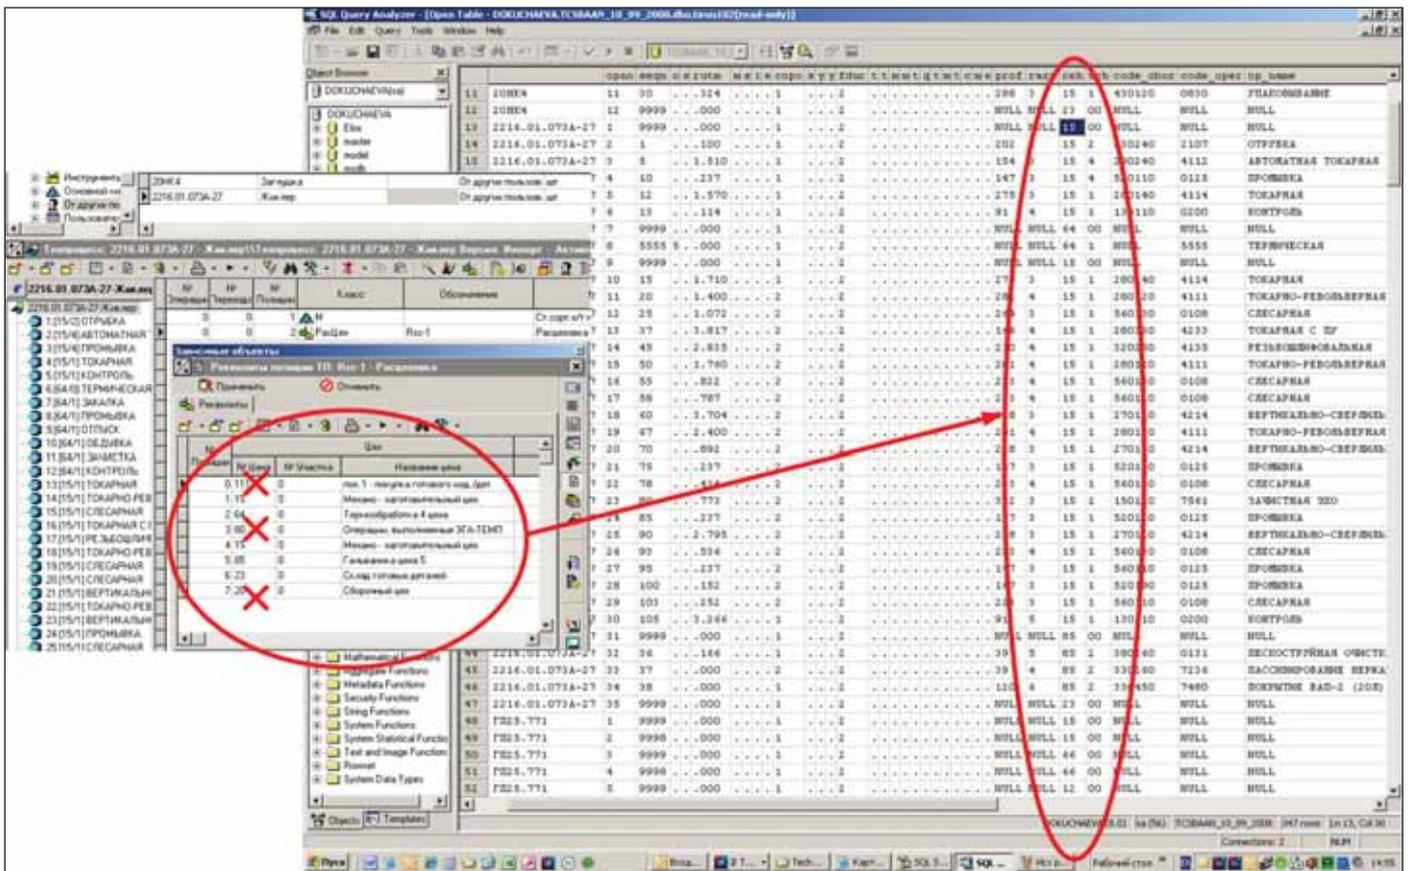

Рис. 4. Обрабатываем расцевовку
- предварительный маршрут (расцевовку) также надо анализировать и подвергать корректировке по определенному алгоритму (рис. 4);